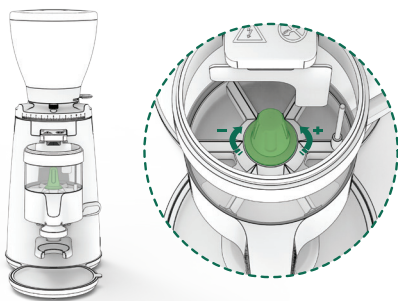

Fig. 3
- Retira la tapa dosificadora (14) y gira el tornillo de ajuste (12); en dirección de las agujas del reloj obtendremos una dosis de café más pequeña, y en dirección opuesta para obtener una dosis más grande (Fig. 3).